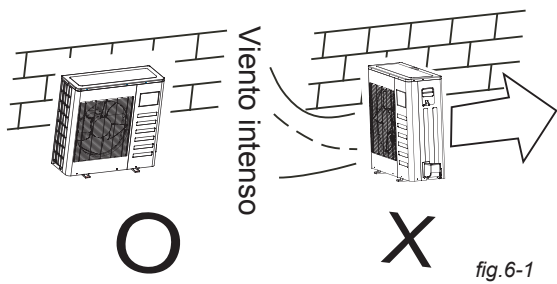

fig.6-1
- En caso de que el lugar de instalación se encuentre expuesto a vientos intensos, como en la costa, asegúrese de que el ventilador funciona correctamente colocando la unidad longitudinalmente a lo largo de la pared o utilizando un protector de polvo. (Ver fig.6-1)